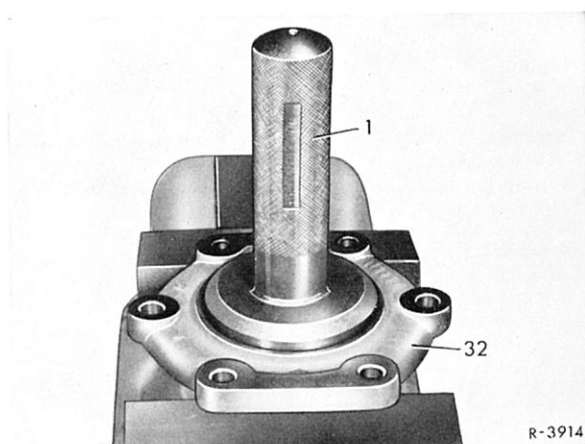

Bild 35–1/28
43 Die zuvor ausgebauten Ausgleichscheiben (10) auf die Lagerdeckel (32) auflegen und neue Dichtringe (24) in die Nuten der Lagerdeckel einsetzen (Bild 35–1/25).